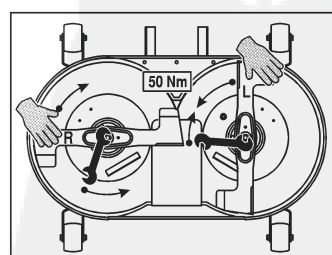

Fig. 31
REGELING REM TRATOR (Fig. 31)
4. REGELING RIEMEN (fig.31/32/33)